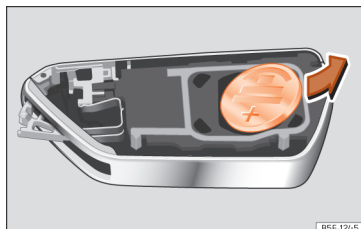

Abb. 84 Fahrzeugschlüssel: Batterie herausnehmen.
- Batterie mit einem geeigneten dünnen Gegenstand aus dem Batteriefach heraushebeln » Abb. 84.
- Neue Batterie einsetzen und in das Batteriefach drücken » ①.